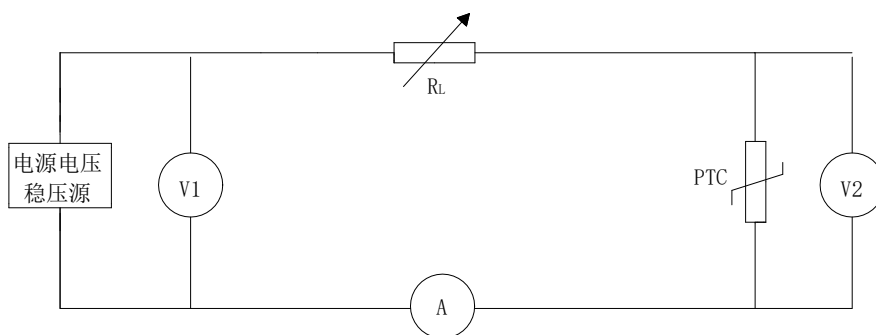

图 1-不动作及动作电流测试线路图
- B、依 IEC60738-1 或 GB/T 7153 第 4.25 标准要求，按图 1 进行连接并放置到试验烘箱内，将试验烘箱的温度调整到规定的温度值并保持烘箱内气流静止；
- B、依 IEC60738-1 或 GB/T 7153 第 4.24 标准要求，按图 1 进行连接并放置到试验烘箱；试验烘箱的温度调整到规定的温度值并保持烘箱内气流静止，PTC 热敏电阻器在此温度下恒定 30 分钟以上；